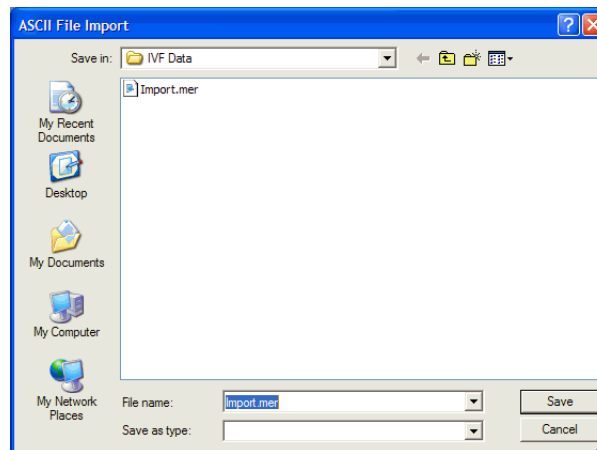

図 6-19. ASCII ファイルのインポート
1. FILE NAME フィールドにインポートするファイル名を直接書き込むか、またはブラウズ機能を使って FILE NAME を選択します(図 6-19)。